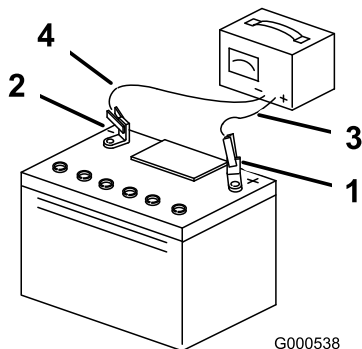

Figure 54
5. Une fois la batterie chargée au maximum, débranchez le chargeur du secteur, puis débranchez les fils du chargeur des bornes de la batterie (Figure 54).